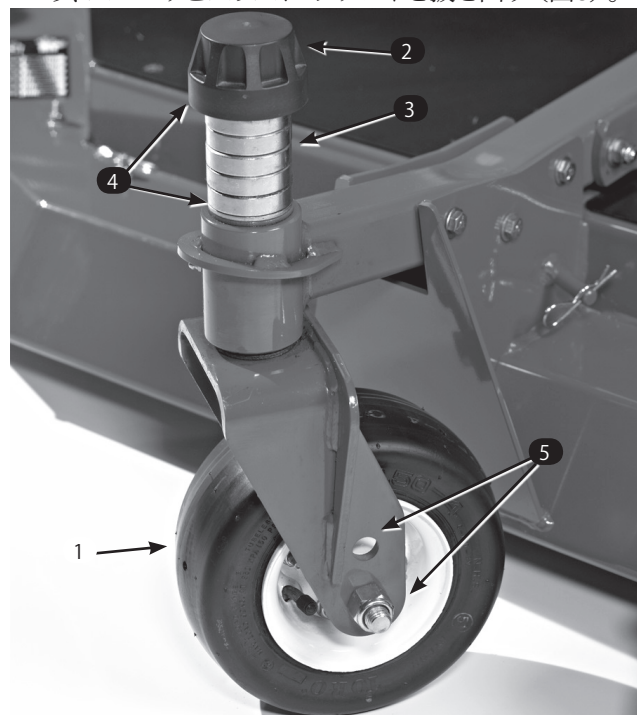
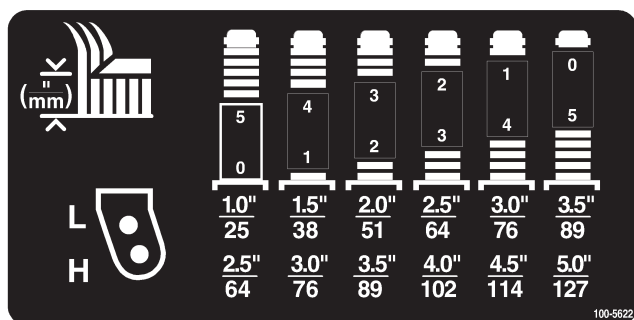

図5
図11
1. スピンドル・シャフトからテンショニング・キャップを取り、スペーサとスラスト・ワッシャを抜き出す (図5)。
2. 希望する刈高に合わせてキャスト・スピンドルにスペーサを通す (図11を参照)。スピンドルにスラスト・ワッシャを通し、キャスト・スピンドルをキャスト・アームに通す。もう一枚のスラスト・ワッシャと残りのスペーサをスピンドルに通し、テンショニング・キャップで固定する (図5)。
2. 左右のキャスト・フォークの同じ穴にキャスト・ホイールの軸をセットする。どの穴にセットするかは、図11を参照のこと。
スペーサの組み合わせ方法については、図11を参照のこと。